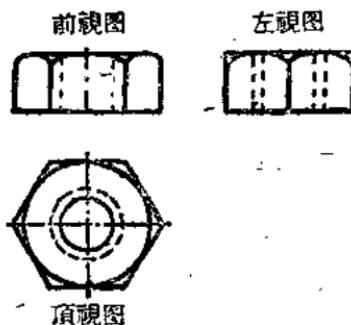

图 1-22
- 6. 一个六角螺母平放着如图1-21，图1-22是它的三角图。頂視圖的外面是六方形，中間的圓圈表示圓眼的大小。从前向后看，同时可以看到三个面，